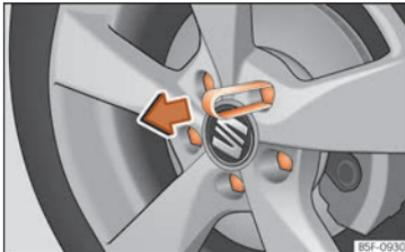

Abb. 61 Abdeckkappen der Radschrauben abziehen.
- Schieben Sie die Kunststoffklammer (Bordwerkzeug) so weit auf die Abdeckkappe, bis sie einrastet »» **Abb. 61**.